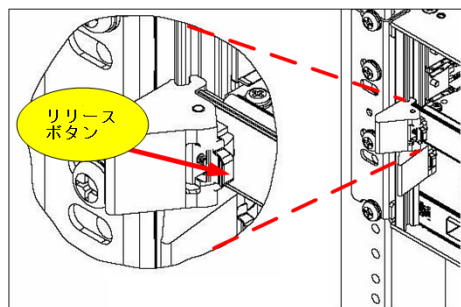

図 1-16 ロックラッチがオープンな状態 (下のモジュールはロックしています)
5. ロックラッチと前面パネルを持ち、ロックラッチがロックレールを噛み込むまでスロットにゆっくり押し込んでください (図 1-16 参照)。